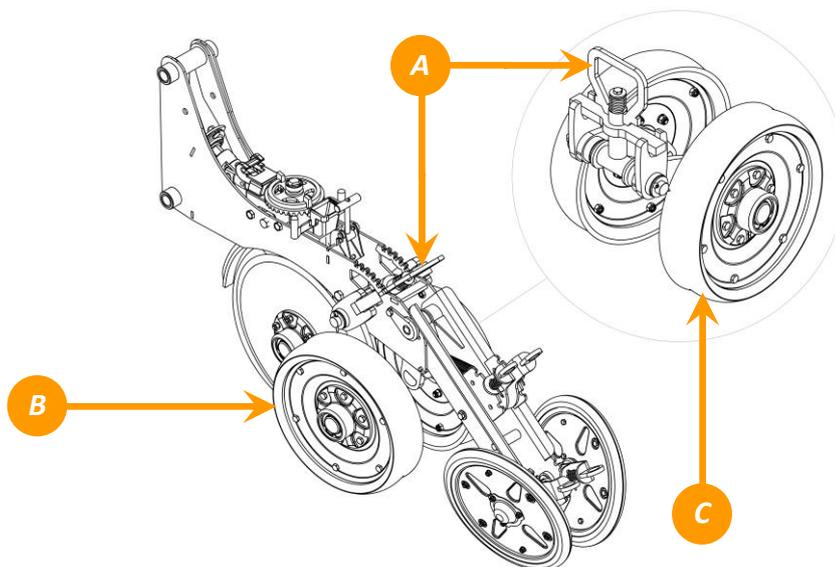

Figura 23 - Regulação de profundidade das sementes
O ajuste da profundidade da semente é feito individualmente por linha através da graduação do manipulador (A) das rodas limitadoras (B) de profundidade, figura 23 que possuem sistema independente de flutuação (C) onde permite melhor uniformidade na profundidade dos grãos.